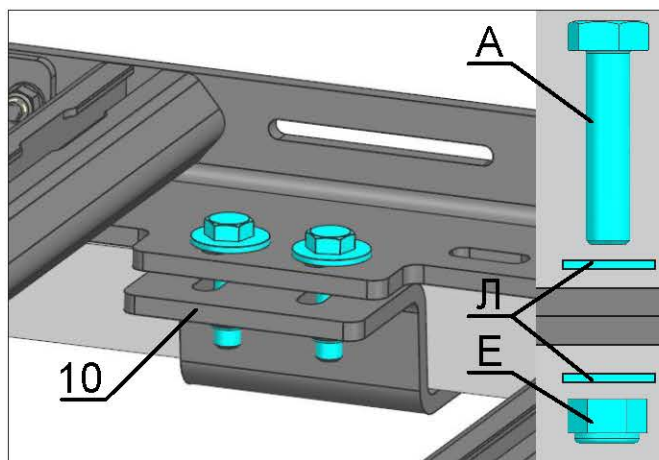

Рис. 10
7. Закрепите багажник спереди и сзади, используя Зажимы (Поз.10), Пластины (Поз.11), Болты 8x35 (Поз. А), Шайбы 8 увеличенные (Поз. Л), Гайки 8 (Поз. Е), как показано на Рис. 9. Закрепите багажник в средней части, используя Зажимы (Поз.10), Болты 8x35 (Поз. А), Шайбы 8 увеличенные (Поз. Л), Гайки 8 (Поз. Е), как показано на Рис. 10.